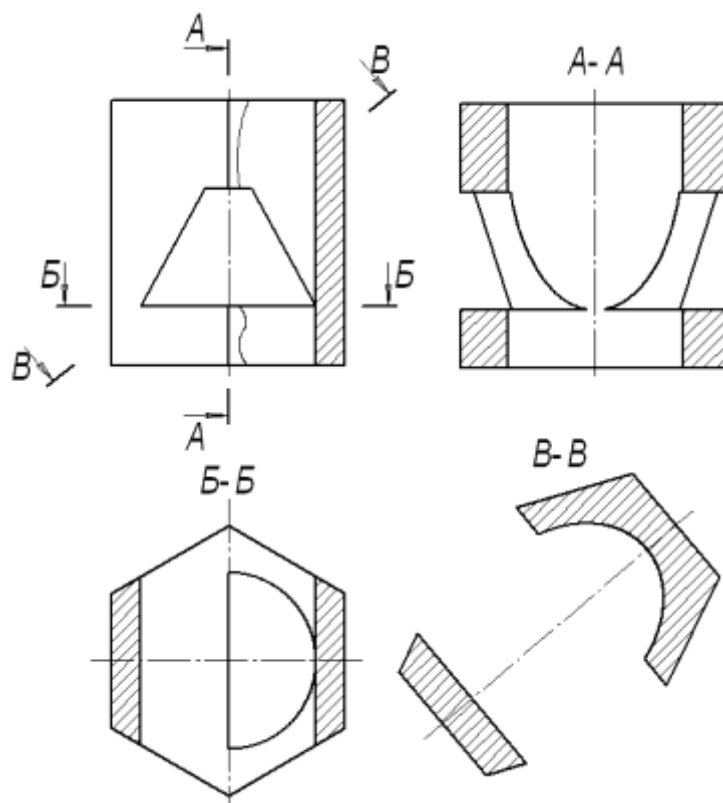

Рис.117 Построение горизонтального разреза Б-Б и сечения В-В
5. Для построения горизонтального разреза проведем через нижнюю плоскость отверстия на виде спереди линию разреза Б-Б. Предварительно обязательно двумя щелчками левой кнопки мыши вид спереди следует сделать текущим. Затем строится горизонтальный разрез (рис.117).